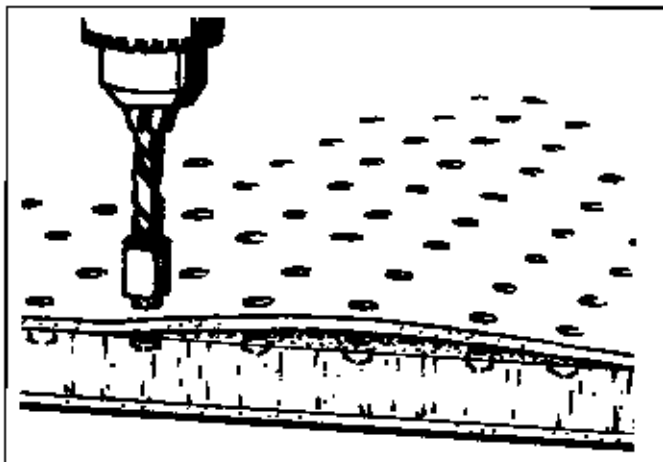

Abb. 4-2 Bohren Sie ein Lochmuster in den Bereich der Ablösung mit einem Lochabstand von etwa 25 mm.
1. Im Abstand von etwa 25 mm werden Löcher von 5 mm Durchmesser gebohrt, und zwar im gesamten Bereich der Ablösung und noch etwas darüber hinaus (Abb. 4-2). Die Löcher sollen durch die Kernschicht mit hindurchgebohrt werden, aber nicht durch die untere Deckschicht. Dazu sollte man einen Bohrer mit Tiefenanschlag benutzen.